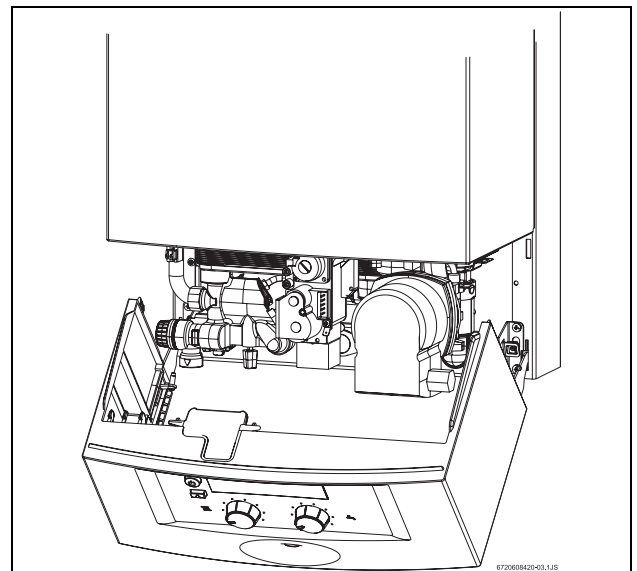

Fig. 20 Posizione di manutenzione
- ▶ Far basculare il quadro comandi in posizione di manutenzione (Fig. 20).
- ▶ Togliere l'alimentazione elettrica dell'apparecchio, tramite l'interruttore generale (0).
- ▶ Svitare di 2-3 giri la vite di tenuta (11) e collegare sulla presa il manometro gas.